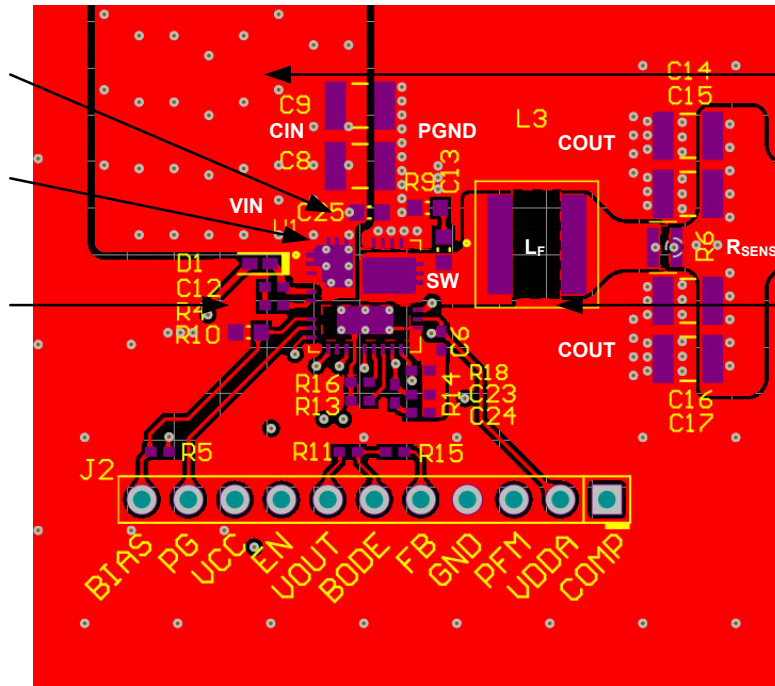

图 7-29. PCB 顶层 - 高密度单面设计
以下列表总结了用于优化直流/直流转换器性能（包括热特性和 EMI 特性）的 PCB 布局和元件放置基本指南。图 7-29 展示了 LM708x0 的推荐布局，并优化了功率级和小信号元件的布局和布线。
- 在 VIN 到 PGND 之间放置具有 X7R 或 X7S 电介质的低 ESR 陶瓷电容器。将 0402 电容器靠近 VIN 放置以实现高频旁路，如图 7-29 所示。使用额外的 1206 或 1210 电容器作为大容量电容。